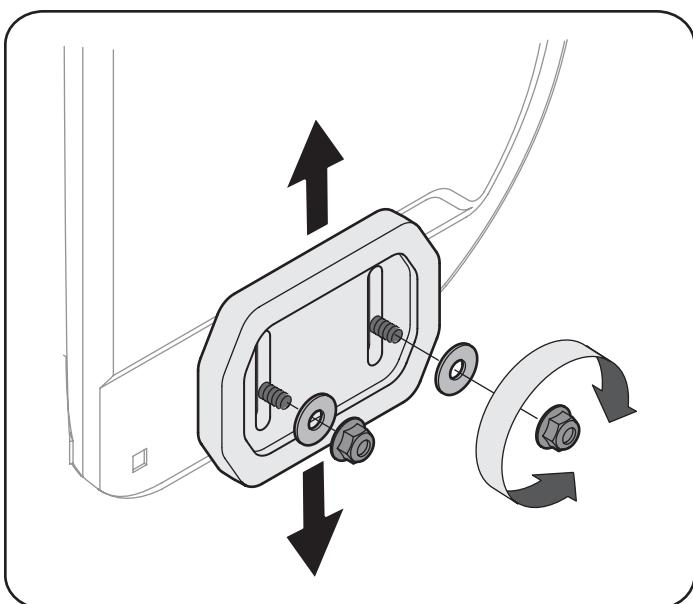

Figura 8
1. Afloje las cuatro tuercas hexagonales (dos en cada lado) y los pernos del carro. Mueva las zapatas antideslizantes a la posición deseada. Vea la figura 8.